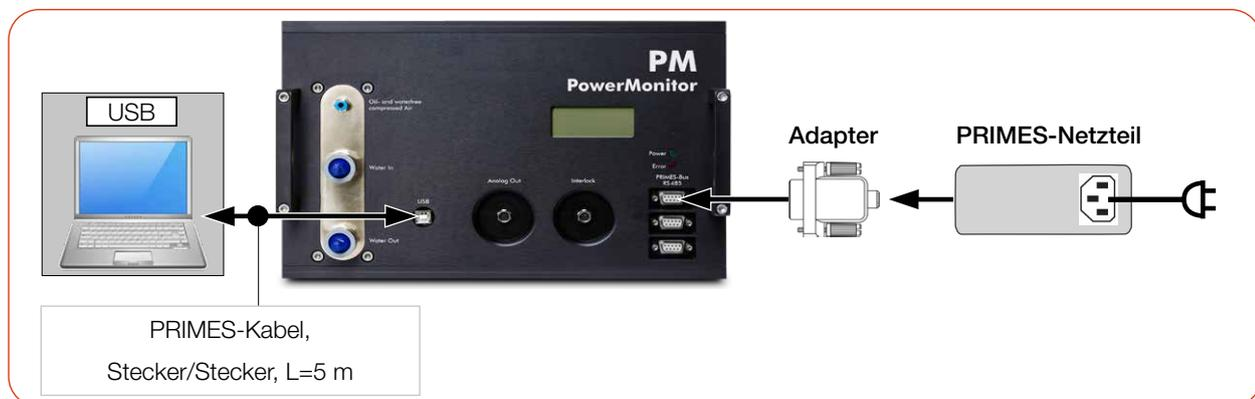

Abb. 8.4: Spannungsversorgung über PRIMES-Netzteil, Datenübertragung über USB (am Beispiel des PM 100)
- Schließen Sie die Kabel gemäß der Abb. 8.4 auf Seite 28 an.